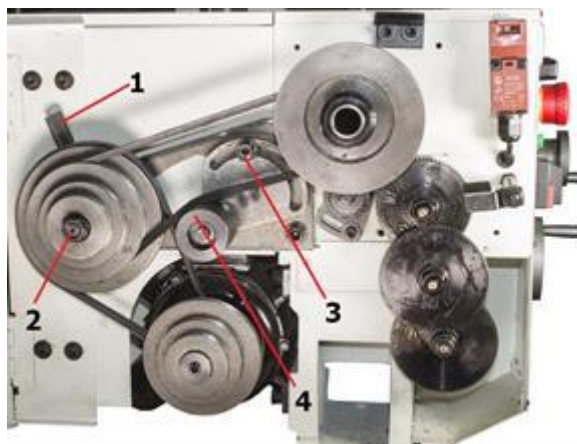

Рис. 10
Для установки и регулировки главной передачи ослабьте гайку M12 (2), вращением настроечной рукоятки (1) по часовой стрелке поликлиновой ремень натягивается; против часовой - ослабляется (рисунок 10).
Для настройки частоты вращения шпинделя ослабьте болт (3) и отведите вниз натяжной ролик (4) (рисунок 10).